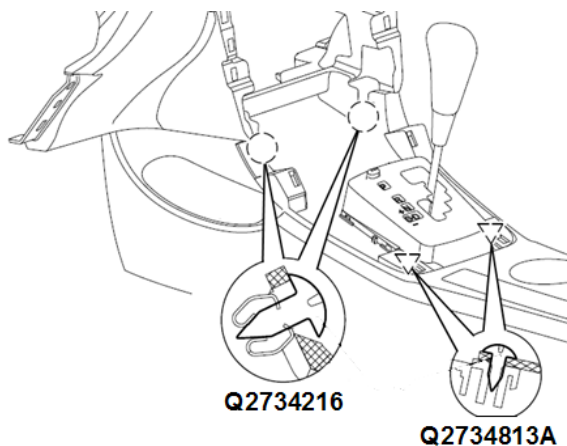

图6-2-9 副仪表板固定螺钉的拆卸
(4) 用十字螺丝刀将固定副仪表本体的四个螺钉(Q2734813A十字槽大半圆头自攻螺钉)依次松开并取下螺钉。前面与仪表板下本体连接的是Q2734813A十字槽大半圆头自攻螺钉，后面与换挡结构相连的是Q2734216十字槽大半圆头自攻螺钉，如图6-2-9所示；